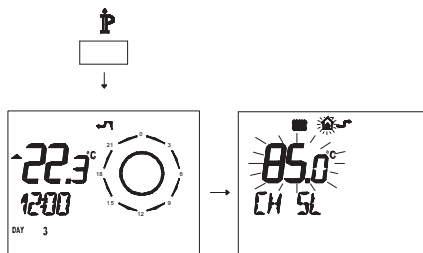

Figura 5.30
L'andamento della temperatura al variare dell'impostazione fatta con i tasti 14 e 15 con un **K 1,5** è illustrato nella Figura 5.30.
- Premere per più di 3 secondi il pulsante **P** per entrare in modalità **INFO** (Figura 5.30).